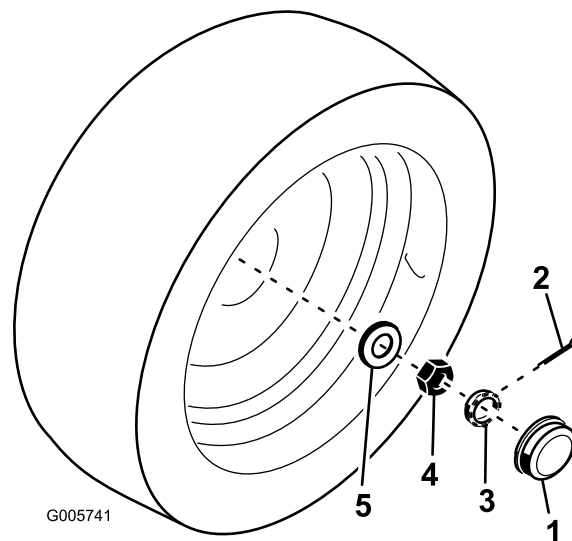

Figura 53
2. Retire el tapón antipolvo del extremo del eje de la rueda. Retire también el pasador que sujeta el retenedor (Figura 53).
3. Apriete la contratuerca (Figura 53) a 8,5–11,3 Nm aproximadamente usando una llave inglesa manual.